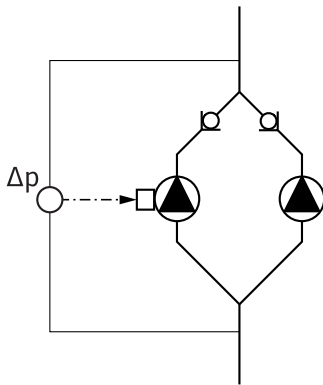

Fig. 18: Ejemplo, conexión de la sonda de presión diferencial
- En el ejemplo de la Fig. 18, la bomba principal es la bomba que está a la izquierda según el sentido del flujo. Conecte la sonda de presión diferencial a esta bomba.
- Los puntos de medición de la sonda de presión diferencial de la bomba principal deben estar en el tubo colector correspondiente en el lado de aspiración y de impulsión del sistema de bomba doble (Fig. 18).